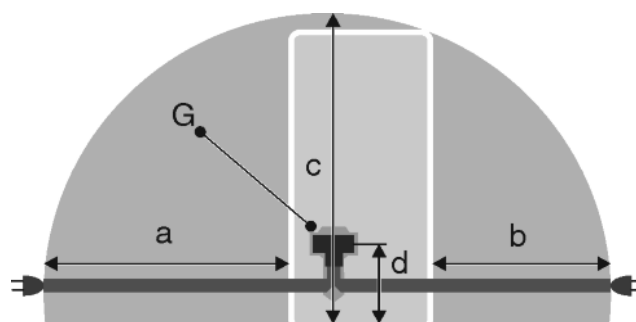

Fig. 27
- La prise de courant est en dehors de la zone postérieure de l'appareil dans la zone concernée. *Fig. 27 (a, b, c)*
- ▶ Introduire la la fiche de l'appareil *Fig. 27 (G)* au dos de l'appareil. Veiller à ce qu'elle s'introduise correctement.